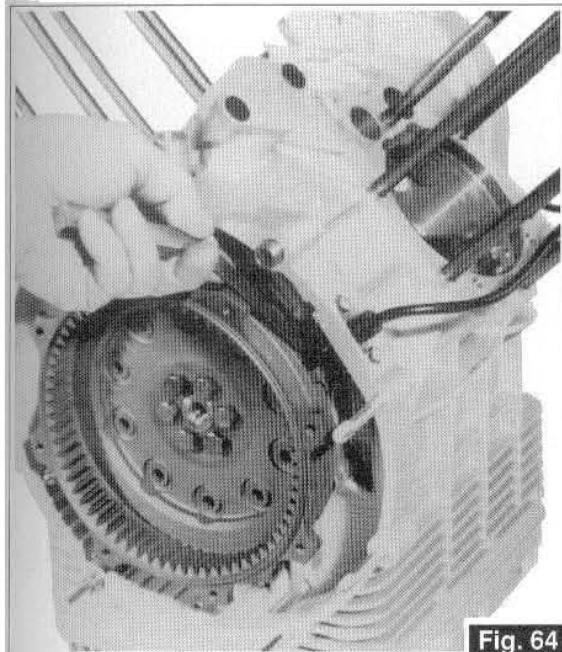

Fig. 64
- Vérifiez l'entrefer entre l'extrémité du capteur de phase et la surface des dents obtenues sur le volant moteur. Entrefer attendu 0,3±0,8 mm (Fig. 64).
- Überprüfen, ob der Luftspalt zwischen dem Phasensensor und der Oberfläche der auf dem Motorschwungrad herausgearbeiteten Zähne dem vorgesehenen von mm 0,3±0,8 (Abb. 64) entspricht.